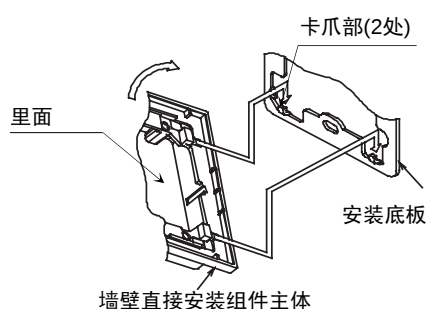

图 11 墙壁直接安装组件主体的安装
- (1) 将安装底板安装到墙壁内的箱盖[出线盒型安装尺寸: 66.7mm(JIS C8340: 1999)]上。
- (2) 将墙壁直接安装组件主体安装到安装底板上(参照图11)。
- (1) 将安装底板安装到配管连接型隔热板(Thermoplate)上。